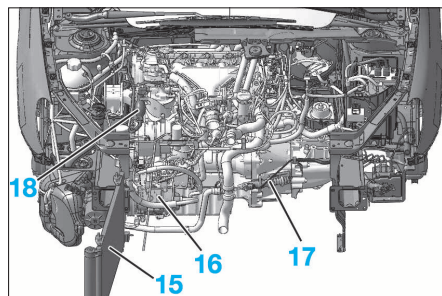

FIG. 75
- le filtre à air (7)
- le col d'entrée d'air (8)
- le raccord d'air (9)
- l'échangeur air/air (10)
- la traverse de façade avant (11)
- la façade avant (12)
- la traverse d'auvent (13)
- la traverse de radiateur (14)
- Sans débrancher les canalisations, écarter et brider (Fig.75) :
- le condenseur de réfrigération (15)
- le compresseur de réfrigération (16)
- le récepteur d'embrayage (17).